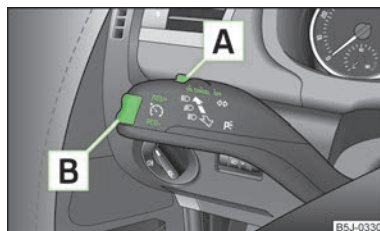

Fig. 87
- Pulsar el conmutador **A** » fig. 87 a la posición **ON**.
- Presionar el balancín **B** » fig. 87 de la página 88 a la posición **RES**.
- La velocidad memorizada se puede reducir presionando el balancín **B** » fig. 87 de la página 88 en la posición **SET**.
La velocidad también se **desconecta temporalmente**, pulsando el interruptor **A** » fig. 87 de la página 88 a la posición de suspensión elástica **CANCEL** o bien el pedal de freno o de embrague.
- Pulsar el conmutador **A** » fig. 87 de la página 88 desplazándolo hacia la derecha a la posición **OFF**.